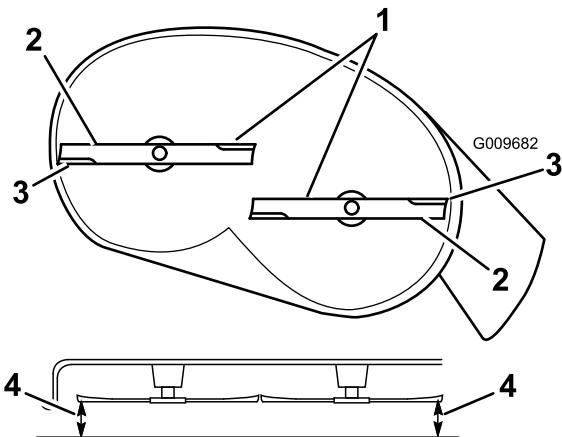
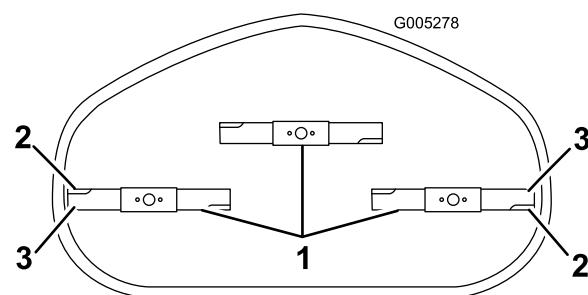

Figura 64
Figura 65
- Gire cuidadosamente las cuchillas hasta que estén todas orientadas lateralmente (Figura 64 y Figura 65).
- Mida entre los filos de corte exteriores y la superficie plana (Figura 64 y Figura 65).